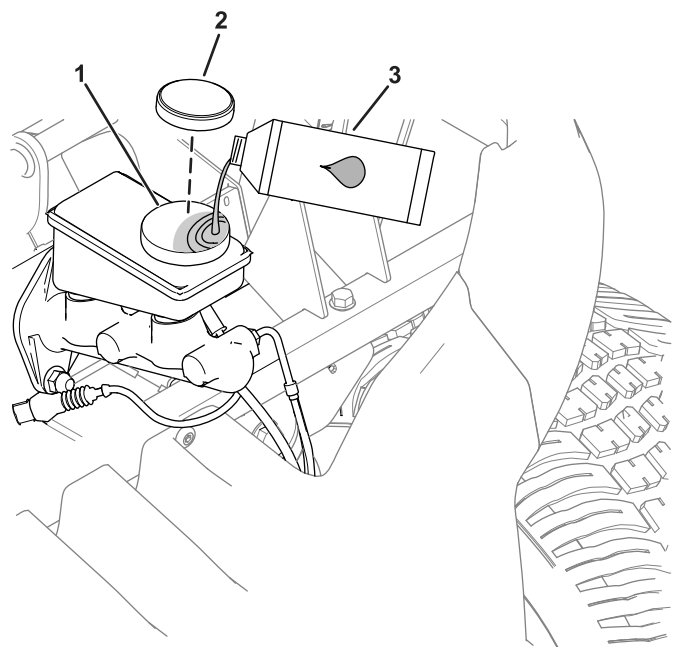

Figura 44
1. Retire el capó para acceder al cilindro de freno principal y al depósito (Figura 44).
- A. limpie la zona alrededor del tapón del depósito y retire el tapón (Figura 44).
- C. Coloque el tapón del depósito (Figura 44).